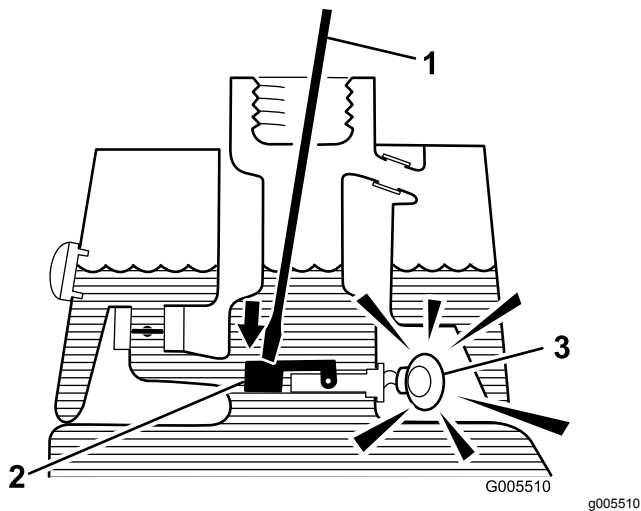

Bild 53
3. Stecken Sie eine saubere Stange oder einen Schraubenzieher in den Einfüllstutzen des Behälters und drücken Sie den Schwimmerschalter (Bild 53) leicht nach unten. Der Alarm sollte nach einer Sekunde ertönen.